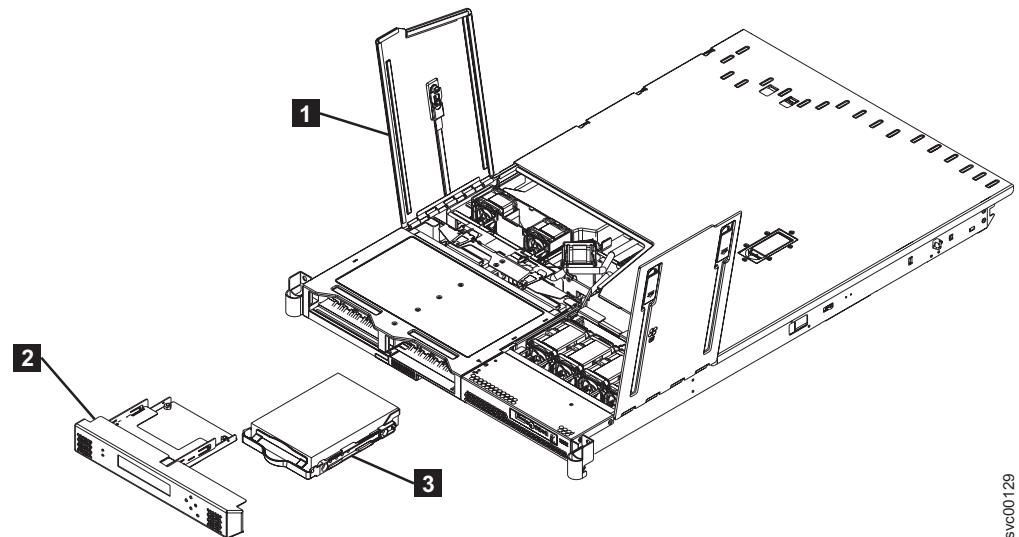

図 109. SATA ディスク・ドライブの取り外し
5. ファン・ドア A (図 109 の **1**) を開きます。